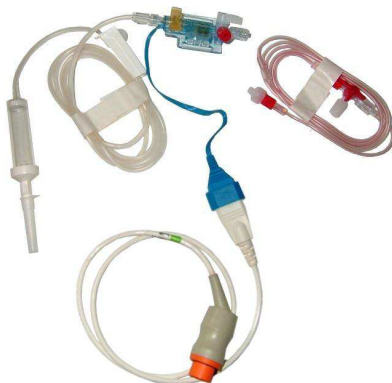

Рис. 3.9 Набор для ИАД, подсоединенный к адаптеру
2. Подсоедините набор ИАД к адаптеру (см. Рис. 3.9 'Набор для ИАД, подсоединенный к адаптеру').